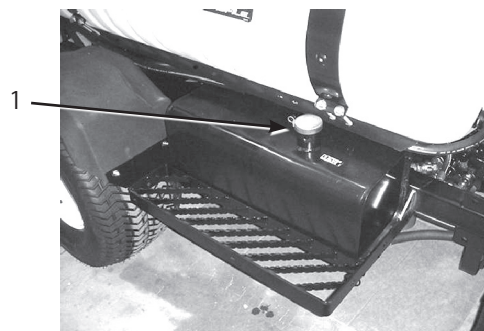

図7
3. 油圧オイルタンク（図7）の注油口周辺をきれいに拭き、キャップを外す。